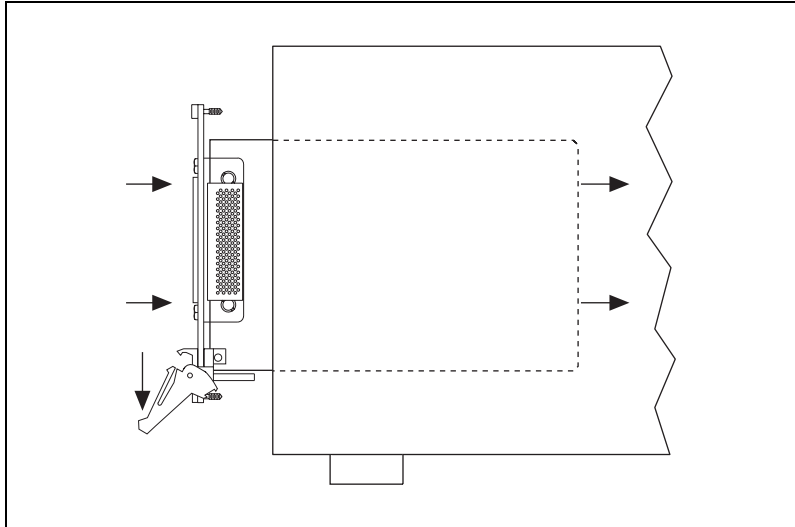

図 2-3 モジュール挿入時の脱着ハンドルの位置
2. モジュールをシャーシの背面に差し込み、図 2-3 にあるように、脱着ハンドルが押し下げられていることを確認します。